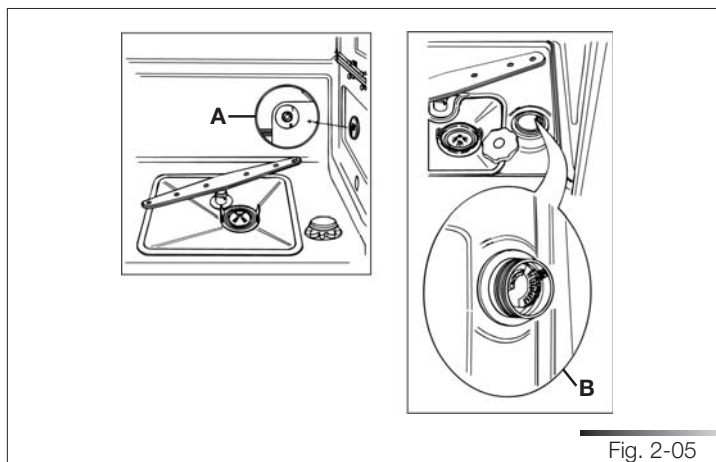

Fig. 2-05
- dans la bague en plastique qui se trouve sur le côté droit (réf. A fig. 2-05), à l'intérieur du lave-vaisselle ;
- à l'intérieur de l'adoucisseur, juste sous le bouchon (réf. B fig. 2-05).